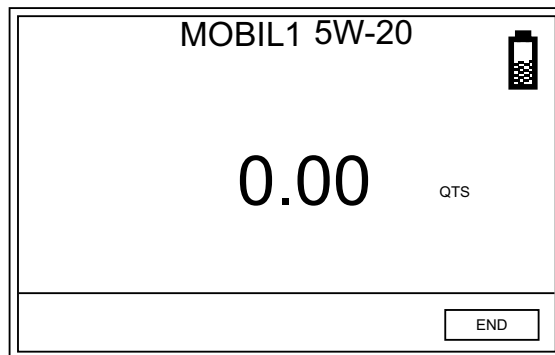

Рис. 31
4. Чтобы завершить раздачу, нажмите центральную кнопку ВВОД на панели навигации расходомера, чтобы выбрать поле «END» [ЗАВЕРШИТЬ] (Рис. 31).